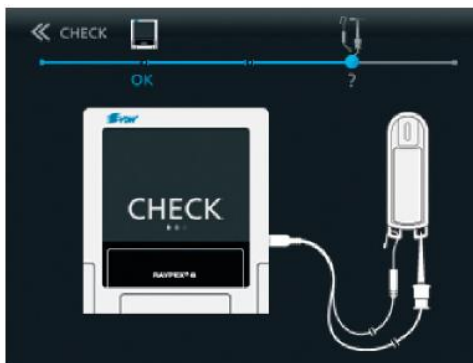

Рис. 33. Підключення затискачу для файлу і губного електрода до контрольного штекера
- Установка цієї варійованої апікальної лінії в кращу позицію, наприклад, на останню зелену смугу (рис. 33).
- З'єднайте затискач для файлу і губний електрод (або другий затискач для файлу) з контактними перемичками контрольного штекера, як показано на дисплеї (рис. 33).